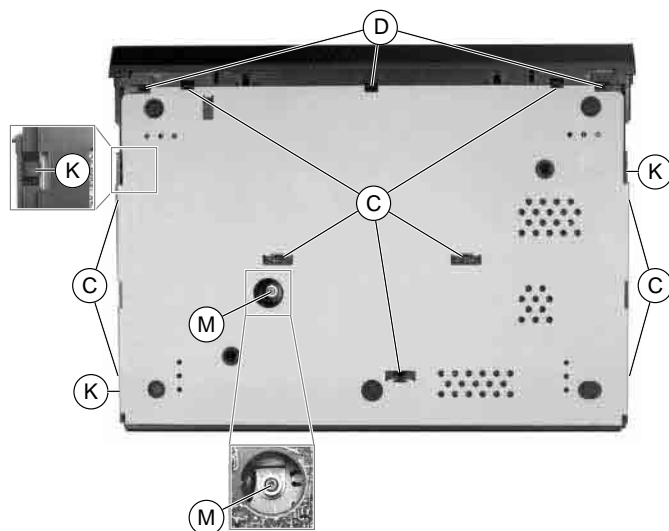

Fig. 2
- Rastnasen (C) lösen (Fig. 2) und Bodenblech abnehmen.
- Rasthaken (D) (Fig. 2 / 3) lösen und Frontblende abnehmen.
- Release the locking lugs (C) (Fig. 2) and remove the bottom panel.
- Release the catches (D) (Fig. 2 / 3) and remove the front panel.
- Schraube (M) (Fig. 2) für Masseverbindung herausdrehen.
- 3 Rasthebel (K) (Fig. 2) durch Drücken nach unten lösen.
- Masseverbindung zwischen Chassisplatte und Laufwerk durch Eindrehen der Masseschraube (M) wieder herstellen (Fig. 2).
- Masseverbindung zwischen Chassisplatte und Laufwerk durch Eindrehen der Masseschraube (M) (Fig. 2) herstellen.
- Undo the chassis connecting screw (M) (Fig. 2).
- By pressing down, disengage the 3 locking levers (K) (Fig. 2).
- Reestablish the chassis connection between the Family Board and the Drive Mechanism by turning in screw (M) (Fig. 2).